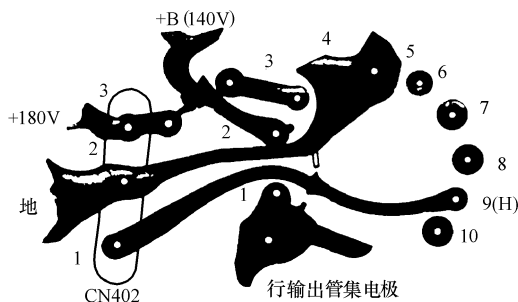

图 5-5 行输出变压器印制电路烧毁情况
分析与检修：打开机壳，目测检查，发现行输出变压器的①、②脚焊点之间的电路板被烧出一个黑洞，且两根经过 1、2 脚之间的印制导线也被烧断，如图 5-5 所示。分别用导线连好行输出变压器的 9 脚与插座 CN402 的 1 脚，行输出变压器的 4、5 脚与 CN402 的 2 脚以后，发现屏幕仍